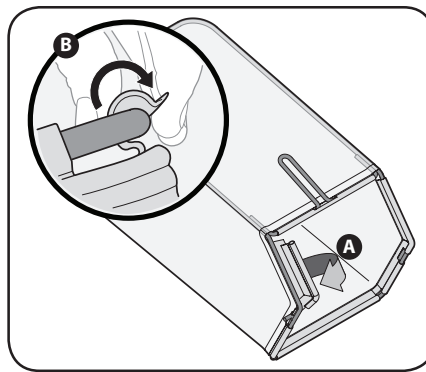

Figura 2-6
1. Siga los pasos a continuación para ensamblar el colector de recortes de césped (si fuera necesario). Asegúrese que la bolsa para recortes está con el lado derecho hacia afuera antes de ensamblar (la etiqueta de advertencia estará hacia afuera). Consulte la Figura 2-6.